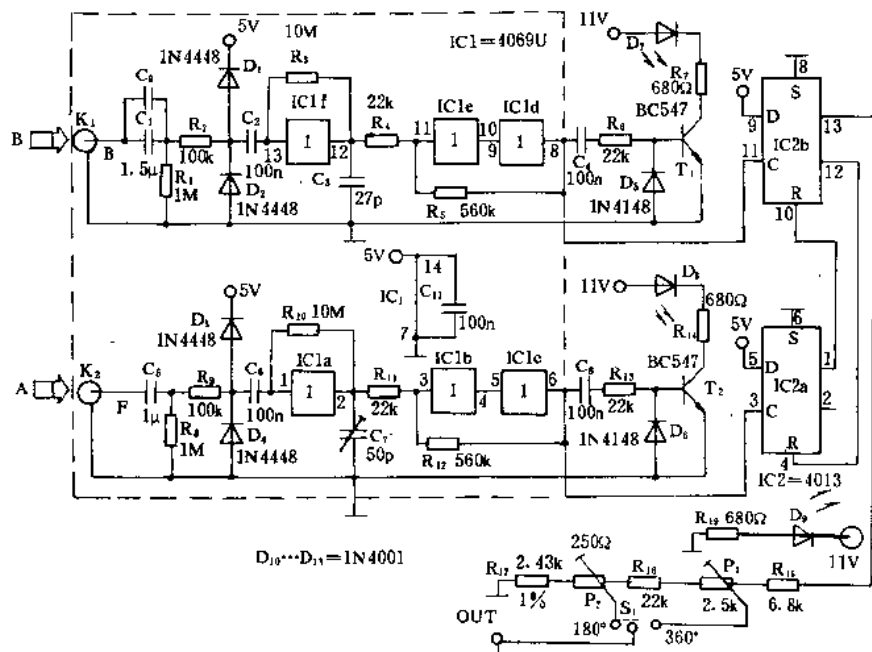

图 1—9
电路如图 1—9 所示,图中的 IC1 为 A、B 两输入通道的放大和整形电路,整形后的信号分别送 IC2a、IC2b 进行相位比较,同时通过 T₁、T₂ 使发光二极管 D₇、D₈ 指示,经比较后的信号由 IC2b 的⑬脚输出,再经 R₁₅、R₁₆、R₁₇、P₁ 和 P₂ 分压后供数字万用表测试。图 1—9 中 S₁ 为量程选择开关。
测 β 将 K₁、K₂ 拨向“1”,K₃ 拨向“2”,万用表拨在直流 10mA 档或根据其读数选择合适的电流档。为了能大致了解三极管的放大线性,可以分别测试 I_b=10μA 和 I_b=100μA 时的两个 β 值,即将 K₃ 分别拨向“2”和“3”,如果测得的两个 β 值相距不大,则可认为该三极管的放大线性较好。β 的测试电路见图 1—10。其计算方法如下: